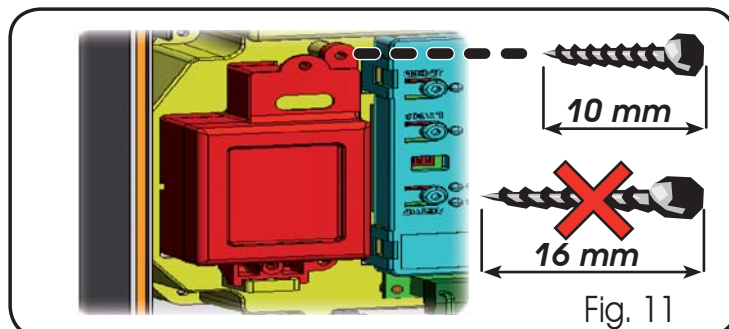

Fig. 11
2. Introduire la batterie dans le logement qu'on vient de créer et la fixer aux supports spécifiques d'ancrage (Fig. 11).